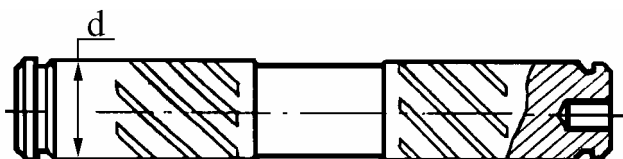

Рис.31. Ось сателлитов.
4.13 ОСЬ САТЕЛЛИТОВ ДИФФЕРЕНЦИАЛА 2121-1802160-10 (рис.31).